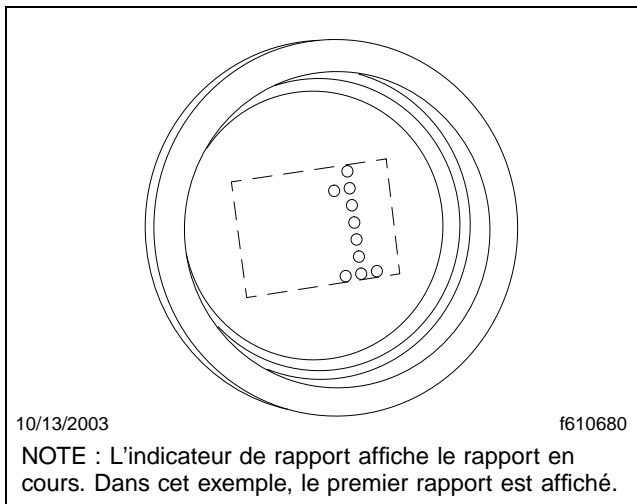

Fig. 8.26, Affichage du rapport en cours
Dans l'un ou l'autre mode, l'indicateur de rapport affiche le rapport en cours. Voir la **figure 8.26.**
Le rapport de conduite (D) se trouve immédiatement en dessous du point mort (N) sur le sélecteur à quatre positions situé au bout du levier de commande SmartShift. Pour sélectionner D, appuyez sur le bouton de verrouillage du point mort et positionnez le sélecteur en dessous de N. Lorsque D est sélectionné, le numéro du rapport de marche avant en cours choisi (1 à 10) s'affiche sur l'indicateur de rapport. Voir la **figure 8.26**.